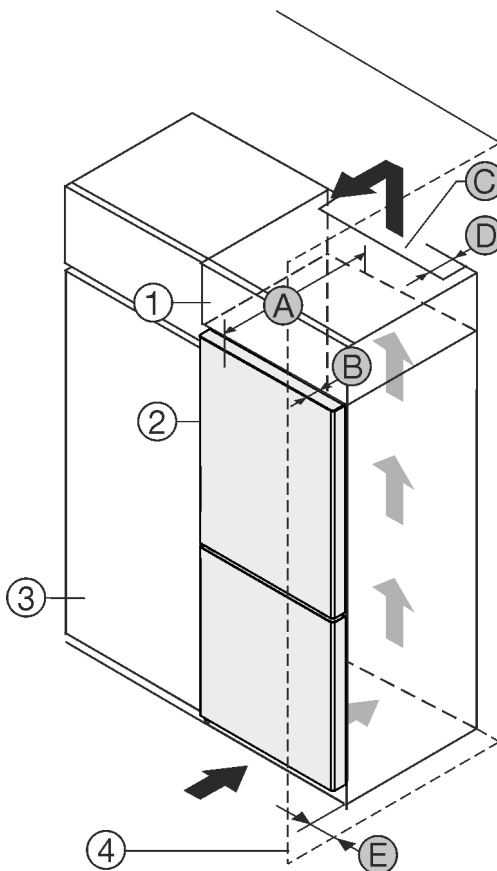

Fig. 1
Ju mund ta instaloni pajisjen direkt ngjitur me dollapin e kuzhinës Fig. 1 (3).
Në faqen e pasme të dollapit së montimit duhet të ketë një hapësirë ajrimi me thellësi Fig. 1 (D) në të gjithë gjerësinë e dollapit të montimit.
Nën mbulesën e hapësirës duhet respektuar seksioni tërthor i qarkullimit të ajrit Fig. 1 (C).
Nëse instaloni pajisjen me mentesha pranë një muri Fig. 1 (4), atëherë duhet që distanca midis pajisjes dhe murit të jetë të paktën 13 mm.
Nëse instaloni pajisjen me mentesha pranë një muri Fig. 1 (4), atëherë duhet që distanca midis pajisjes dhe murit të jetë të paktën 20 mm.
Në mënyrë që dera të mund të hapet plotësisht, duhet që pajisja të dalë jashtë përpara kanatit të dollapit të kuzhinës sa thellësia e derës Fig. 1 (B). Në varësi nga thellësia e dollapëve të kuzhinës Fig. 1 (3) dhe përdorimi i ruajtësve të distancës nga muri, pajisja mund të dalë më shumë përpara dollapit.